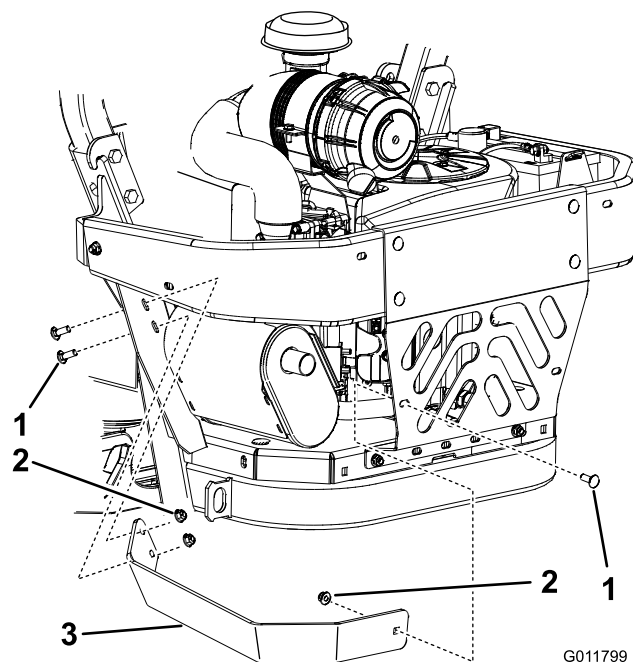

Figura 9
2. Montate la nuova protezione della marmitta con la bulloneria precedentemente rimossa (Figura 9).